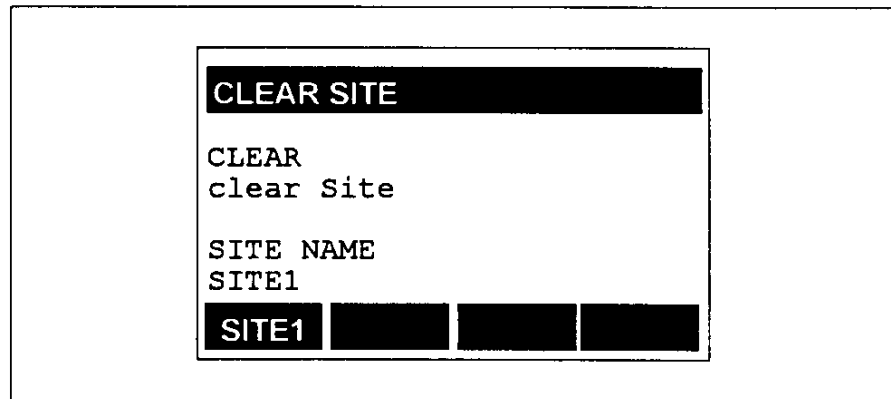

図 8-2: SITE を押した後の表示画面
2. [F2]を押して SITE を選択します。図 8-2 に示すような画面が表示されます。